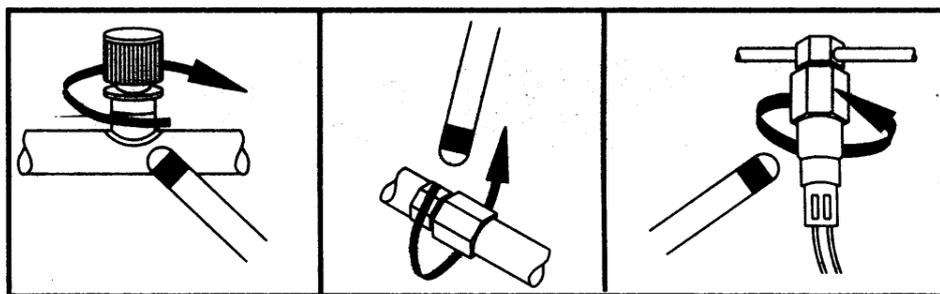

Рис.7
5. На каждой исследованной части, щуп необходимо двигать вокруг выбранного места, со скоростью не более 25-50 мм/сек, и на расстоянии не более 5мм от поверхности. Более медленное, приближенное к поверхности движение щупа значительно улучшит вероятность обнаружения утечки (рис. 7). **Любое усиление звукового сигнала указывает на утечку.**